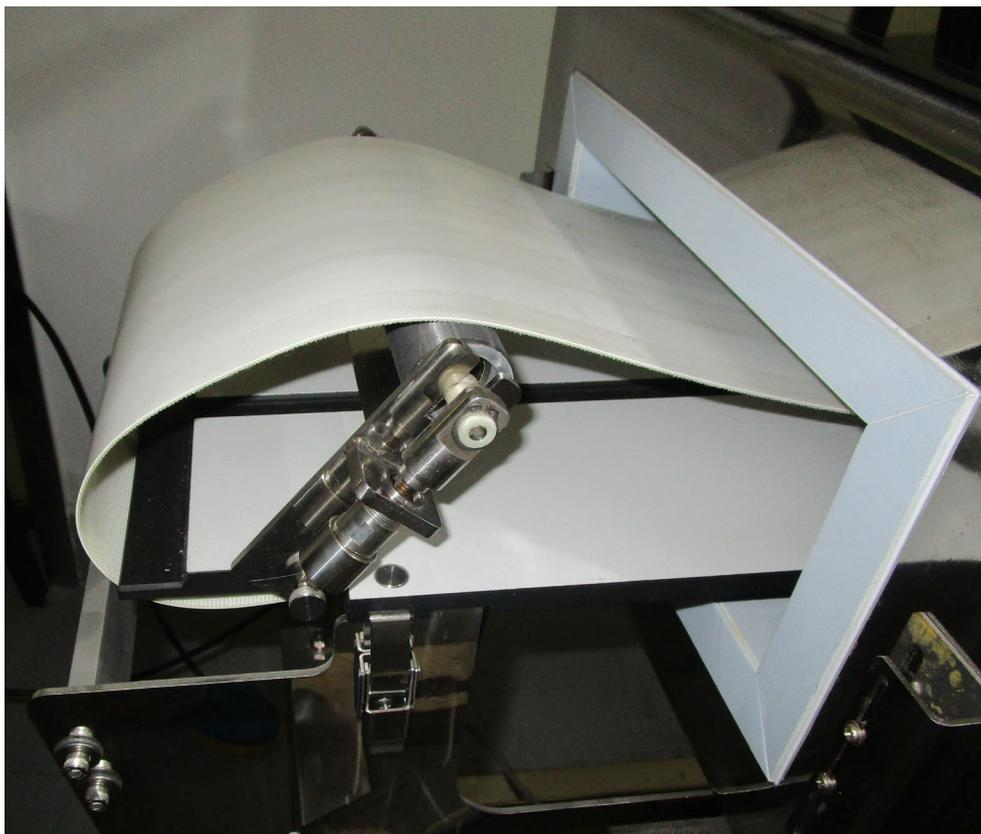

图 4-1 折起从动辊快拆部分
1) 自从动辊一侧，向上折起快拆部分（图 4-1，注意是辊筒，不是皮带）。